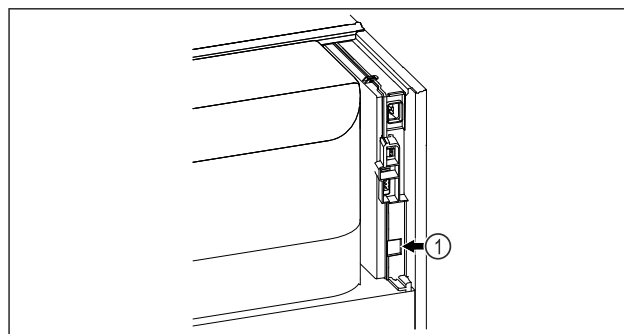

Fig. 171
- SmartModule Fig. 171 (1) naudojamas.